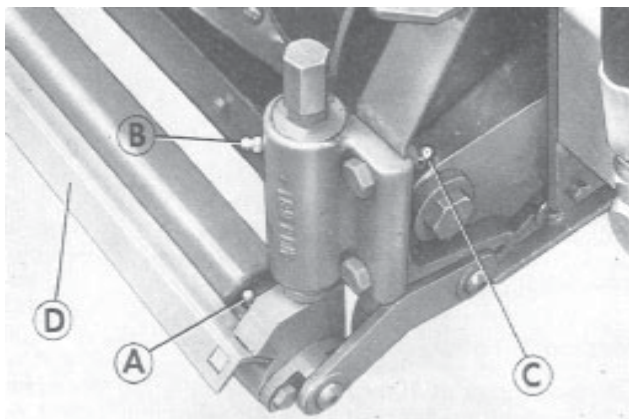

Fig. 3
- Die hinteren Walzen (A Abb. 3) mit Shell Retinax 'A'- oder einem gleichwertigen Schmierfett schmieren. Die Walze beim Schmieren kontinuierlich drehen.
- Schneidzylinder-Lagergehäuse-Schwenkpunkte (C Abb. 3).
- Höheneinstellungs-Rohre (B Abb. 3).
1. Lubrificare i rulli posteriori (A Fig.3) con grasso "Retinax A", o equivalente; durante la lubrificazione fare girare il rullo continuamente.
- (a) I perni della sede del cuscinetto del tamburo di taglio (C Fig.3)
- (b) I tubi di regolazione dell'altezza (B Fig. 3).